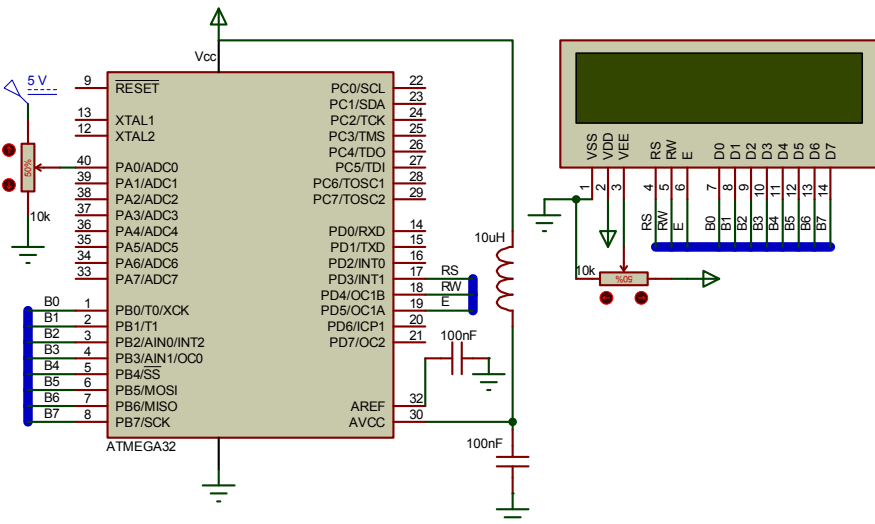

Рис. 4.20. Принципова схема дослідження роботи АЦП
Приклад. На основі модуля АЦП (рис. 4.20) виконувати вимірювання напруги на змінному резисторі, підключеному до V_{CC}=5 В. Результати вимірювання виводити на LCD-дисплей (дивись лабораторну роботу №4).
* Для зменшення шумів вивід AVCC повинен бути підключений до V_{CC} через LC-фільтр (рис. 4.20).